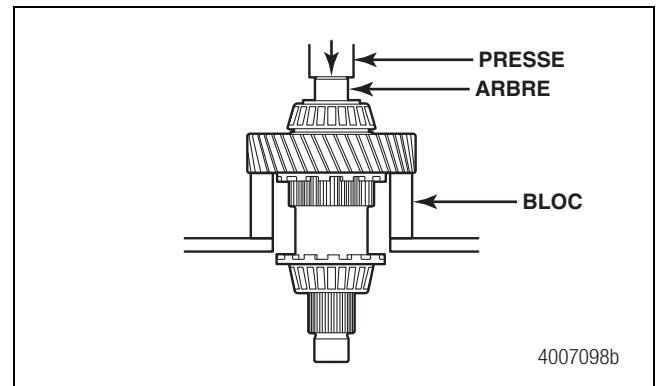

Figure 4.20
- Préparer l'arbre pour le retrait du roulement et du pignon. Placer l'arbre de sortie avant dans une presse en orientant la partie arrière de l'arbre de sortie vers le HAUT. Supporter l'arbre de façon appropriée. Figure 4.20.